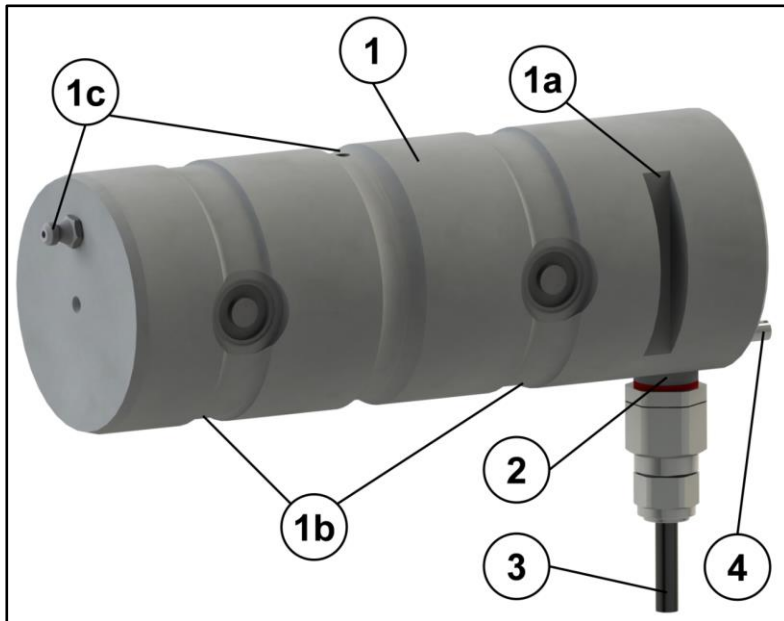

Bild 1: Kraftmessachse
Die Kraftmessachse (1) wird in die im Durchmesser entsprechend gestalteten Aufnahmebohrungen (2) der zweischnittigen Verbindung eingesetzt und mittels Achshalter (vgl. Bild 1, Punkt 1a) gegen nicht vorgesehene Bewegung gesichert. Die von der Verbindung übertragene Kraft F wird durch Auswertung der sich ergebenden Verformung des Messkörpers auf die Messelektronik übertragen und als elektrisches Signal ausgegeben.